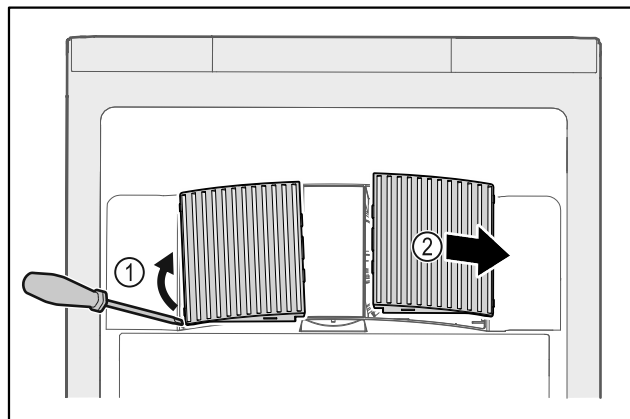

Fig. 172
- ▶ Estrarre con cautela i coperchi delle ventole dai lati Fig. 172 (1) e rimuoverli in avanti Fig. 172 (2).